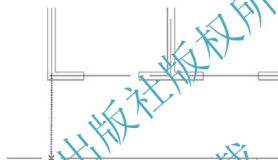

图 3.38 在辅助线上确定第一条尺寸界线的起点
- ⑤ 用【窗口缩放】命令将视图调整至图 3.38 所示的状态。
- ⑥ 将【标注】标注样式置为当前标注样式。
- (1) 执行菜单栏中的【标注】|【线性】命令。
① 在指定第一条尺寸界线原点或<选择对象>：提示下，捕捉④轴线和①轴线的交点，但不单击，而是将光标轻轻地垂直向下拖至辅助线上，出现交点捕捉后（图 3.38）再